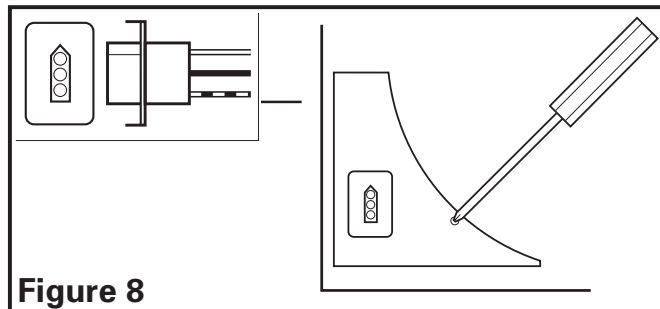

Figure 8
1. Réinstaller le couvercle du compartiment de câble du ventilateur en place. Faire tourner la roue de la soufflante à la main pour vous assurer qu'elle tourne librement. Brancher le cordon à raccordement rapide dans le réceptacle. Ce cordon ne s'ajuste que d'une seule façon dans le réceptacle (**Figure 8**).